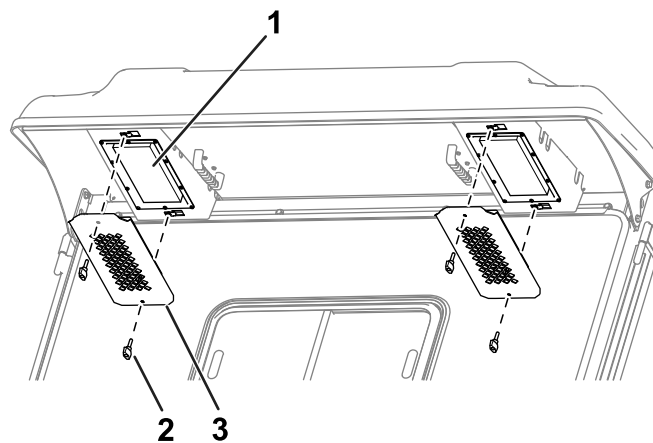

Figure 84
1. Enlevez les boutons et les grilles de l'avancée arrière de la cabine (Figure 84).
- Utilisez les boutons et les grilles pour reposer les filtres dans la cabine (Figure 84).